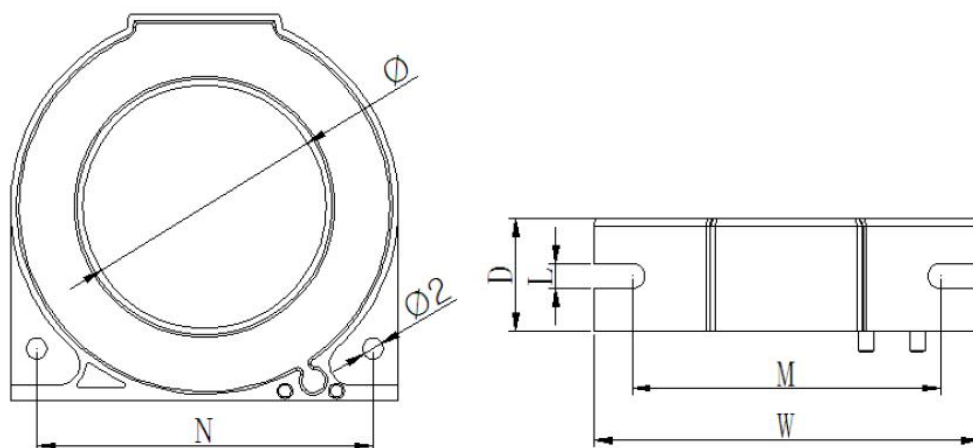

图 7 漏电流互感器外形尺寸
5.3.3 漏电流互感器外形尺寸如图 7、表 6 所示（单位：mm）：